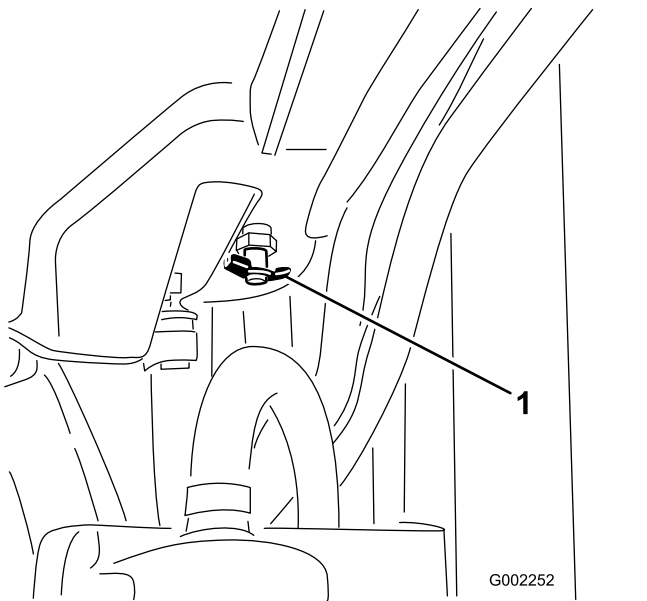

Bild 104
4. Öffnen Sie das Ablassventil und lassen Sie das Kühlmittel in die Wanne ablaufen (Bild 104).
5. Schließen Sie das Ablassventil (**Bild 104**).